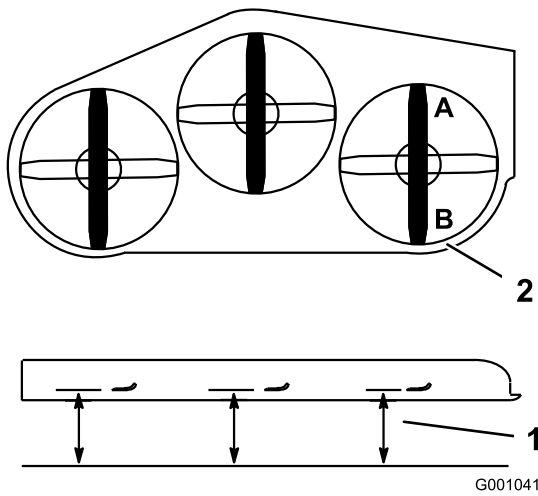

Figura 85
- Disponete una lama in posizione longitudinale rispetto alla macchina. Misurate ai punti **A** e **B** da una superficie piana fino al tagliente della punta della lama (Figura 85).